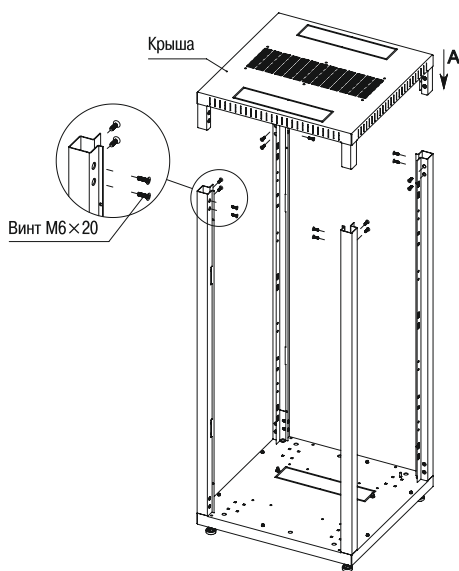

Рисунок 3 – Установка крыши
4.3.3 Вставьте в установленные на основание стойки крышу (действие А) и закрепите винтами М6×20 с потайной головкой (рисунок 3).